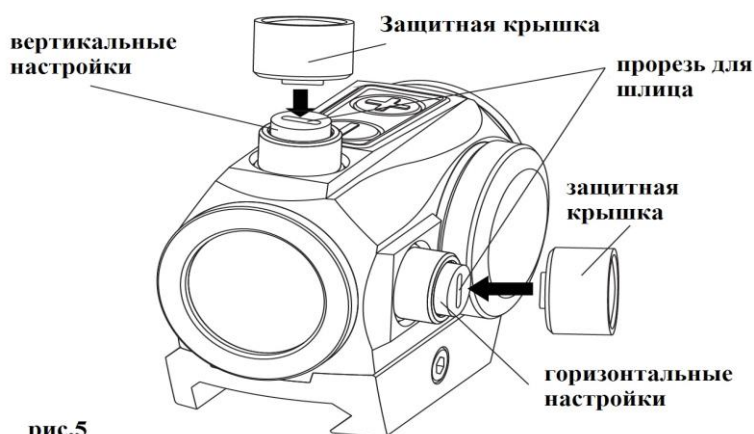

рис.5
1. Сверху прицела находится барабан вертикальных поправок, справа – барабан горизонтальных поправок (Рис.5). На фабрике прицельная марка устанавливается в среднее положение.
2. Для ввода поправок можно воспользоваться встроенной в защитную крышку отверткой (см. Рис.5).